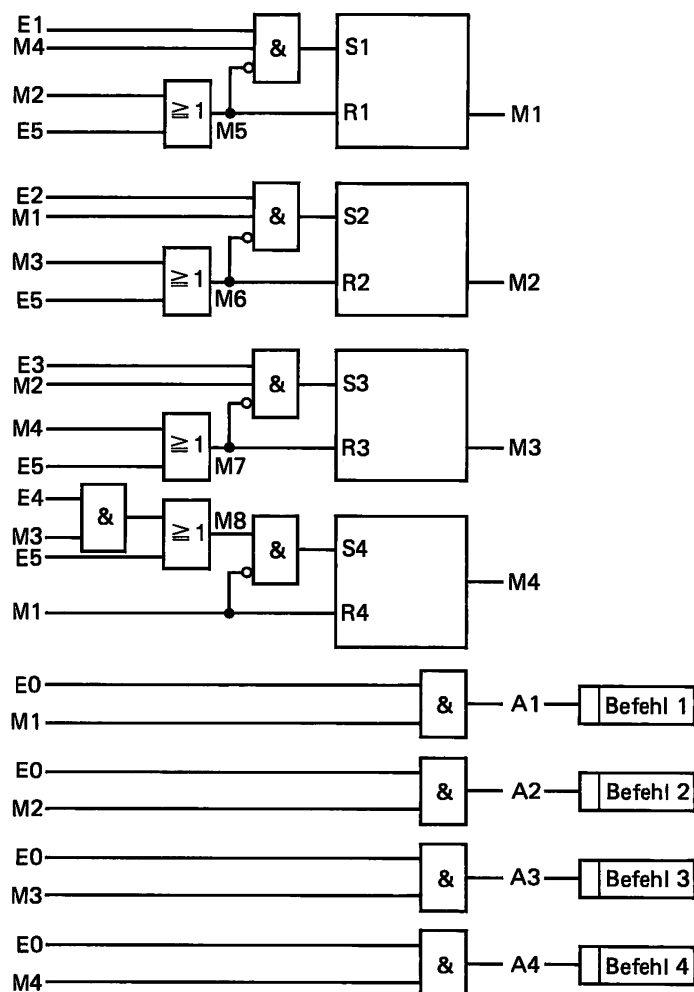

Bild F51.1
a) Den FUP in aufgelöster Darstellung zeigt Bild F51.1.
b) Nachstehendes Programm entspricht dem FUP in Bild F51.1.